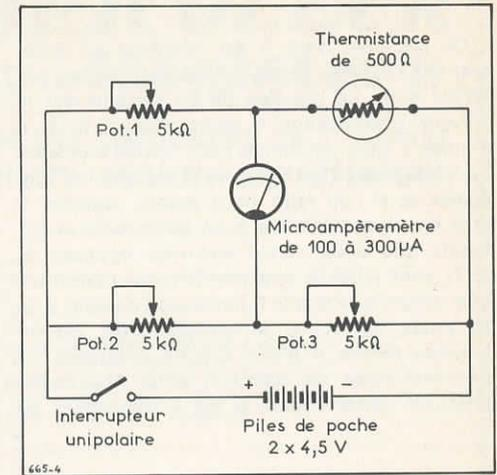

Fig. 4
VII. — Thermomètre électronique, dont la réalisation est ultra-simple, peu coûteuse, et rapidement terminée (Fig. 4)
X. — Réalisation de cet appareil (Fig. 4)
XIV. — Sensibilité que nous obtenons sur notre maquette (celle-ci est exactement conforme au schéma de la fig. 4)